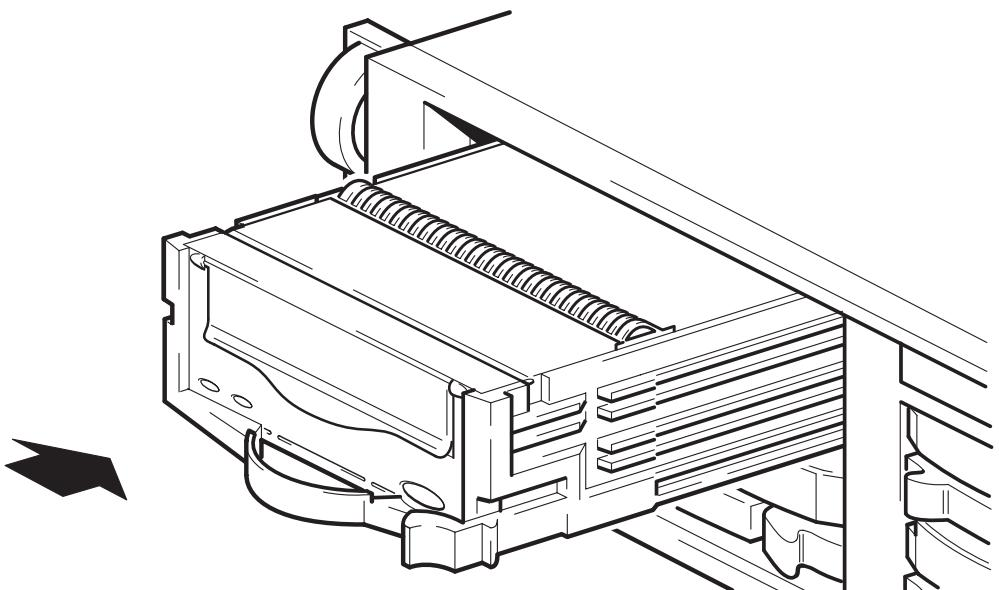

図 3b: テープ・ドライブの取付け
- 3 図3bに示すようにテープ・ドライブを空いたベイにスライドさせて挿入します。ドライブは、コネクタにしっかりと装着され、リリース・ラッチが定位置に収まるまで挿入します。テープ・ドライブの状態をホットプラグ・テープ・ドライブのLEDから判断します（19ページの「HP StorageWorks DAT テープ・ドライブ」を参照）。